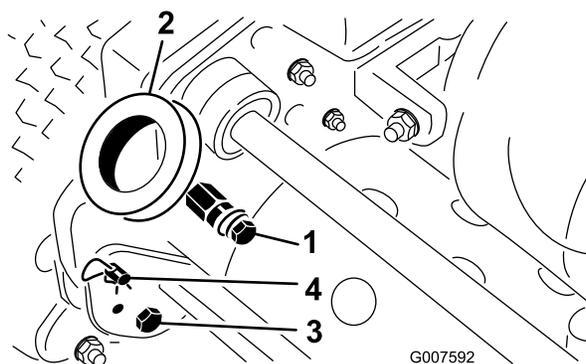

Figure 2
1. Enlevez les boulons et les contre-écrous de fixation au bas des bras du guidon de chaque côté de la tondeuse (Figure 2).
2. Enlevez les goupilles fendues et les axes de chape qui fixent les bras à l'arrière du bâti (Figure 2).
3. Insérez les extrémités du guidon dans les trous des bras du guidon et placez les trous en face des axes de montage (Figure 2).
1. Retirez les goupilles fendues des axes de chape de chaque côté de la tondeuse (Figure 2).
2. Soutenez le guidon et retirez les axes de chape de chaque côté pour monter ou descendre le guidon à la hauteur voulue (Figure 2).